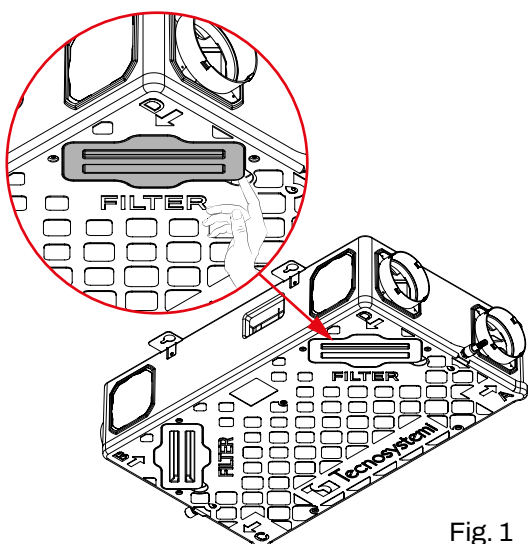

Fig. 1
1. Retirer les couvercles de protection des filtres (fig. 1).